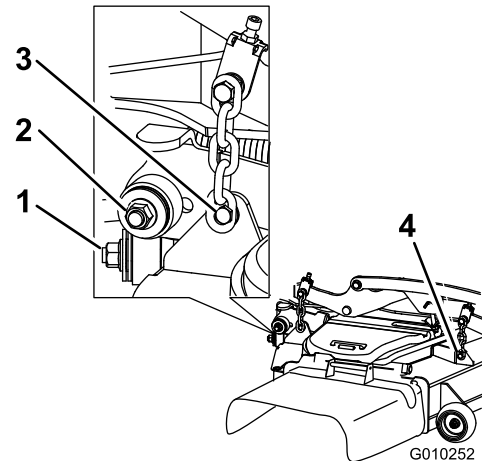

Figura 104
7. Retire y guarde los herrajes de ambos lados de la carcasa, según se muestra en Figura 104.